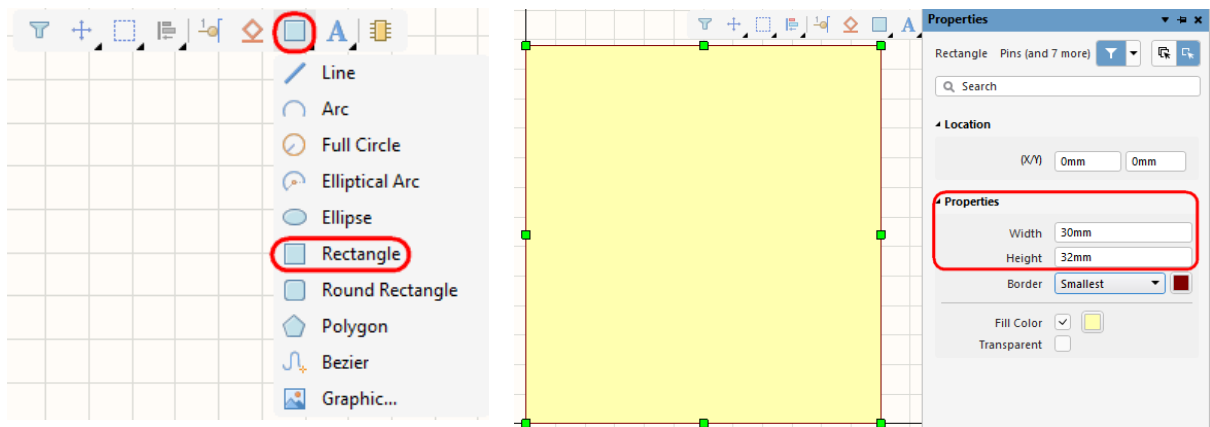

Рис. 1.44. Создание «тела» микросхемы
2. В меню инструментов после нажатия ПКМ на иконку  выберите фигуру «*Rectangle*» и поставьте её в начало координат с установленными размерами 30 × 32 мм (рис. 1.44).